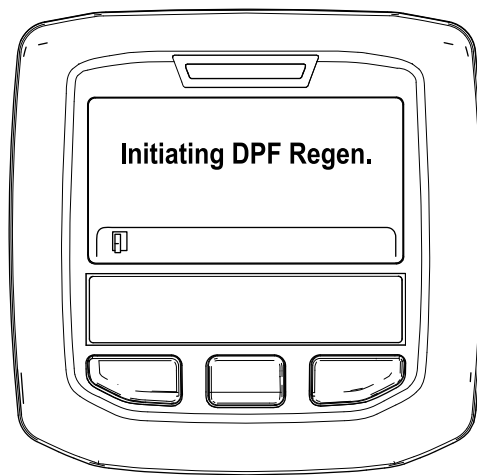

Figura 46
- A. Viene visualizzato il messaggio "Inizializzare Rigen. FAP" (Figura 46).